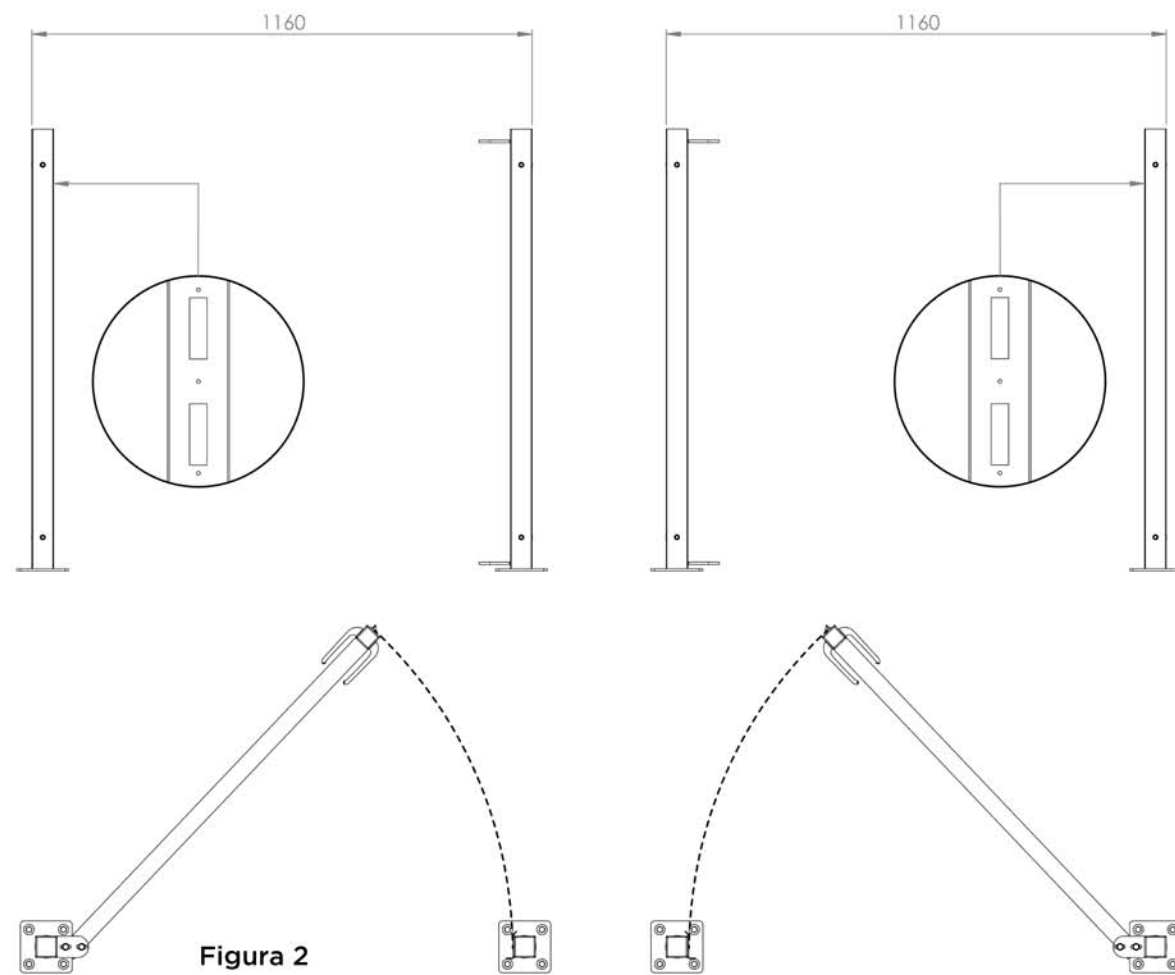

Figura 2
**Paso 2:** Posicionar los postes a 116 cm entre los exteriores de ambos pilares, teniendo en cuenta el sentido de apertura de la puerta (ver figura 2). Taladrar el suelo, introducir los tacos (TOR0406) con el martillo y apretar los tornillos con una llave de vaso del número 13.